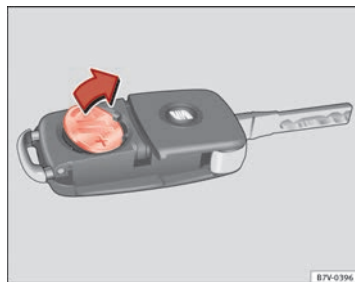

Fig. 16 Chave do veículo:
- Extraia a pilha do compartimento com um objecto fino adequado ⇒ Fig. 16.
- Coloque a nova pilha no compartimento, pressionando-a tal como se mostra ⇒ Fig. 16, no sentido contrário ao da seta ⇒ ②.